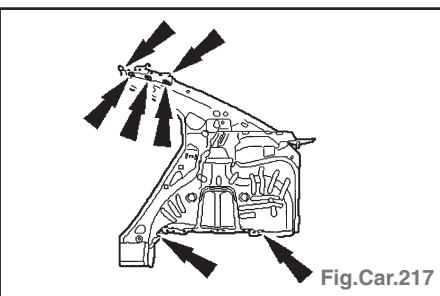

Fig.Car.217
- Percer des trous pour le soudage par bouchonnage (Fig.Car.217).